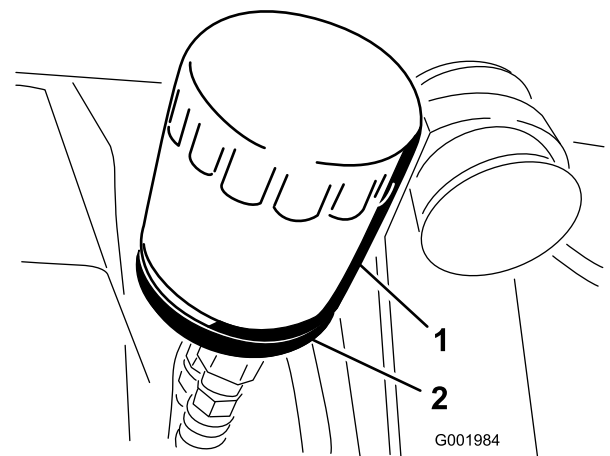

Bild 52
2. Entfernen Sie den Ölfilter (Bild 52).
- Setzen Sie den Ersatzölfilter auf den Anbaustutzen auf. Drehen Sie den Ölfilter nach rechts, bis die Gummidichtung den Anbaustutzen berührt. Ziehen Sie ihn dann um eine weitere 1/2 Umdrehung fester (Bild 52).